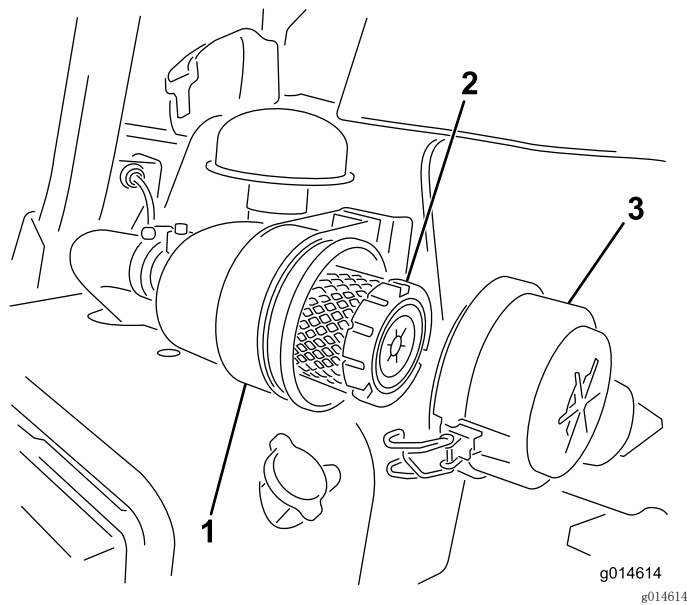

图 29
1. 松开将空气滤清器盖固定到空气滤清器壳体上的搭扣（图 29）。
7. 固定搭扣 (图 29)。